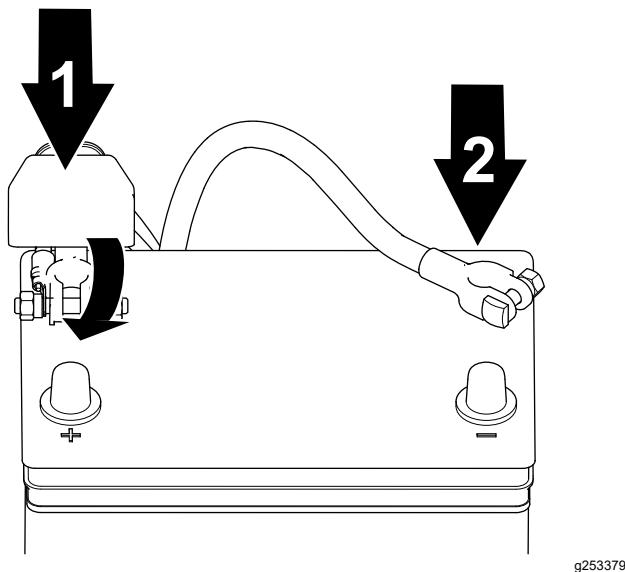

Figura 41
1. Collegate il cavo positivo alla batteria e serrate il dado della fascetta della batteria (Figura 41).
2. Collegate il cavo negativo alla batteria e serrate il dado della fascetta della batteria (Figura 41).